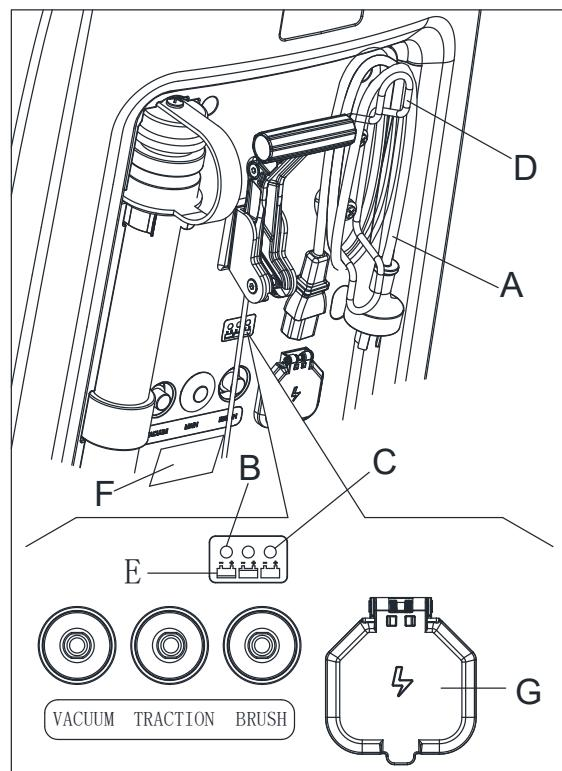

Рисунок 15
7. Подключите кабель зарядного устройства (A, Рисунок 15) к сети электропитания (G) (электрическое напряжение и частота должны быть совместимы со значениями зарядного устройства, указанными на табличке с серийным номером машины (F). Когда зарядное устройство подключено к сети электропитания, все функции машины автоматически выключаются. Если красный предупредительный световой сигнал (B) на панели управления зарядного устройства горит, зарядное устройство заряжает батареи.
8. Когда включается зеленый предупредительный световой сигнал (C), зарядка батарей завершена.
9. Когда зарядка батарей завершена, отсоедините кабель зарядного устройства (A) от сети электропитания (G) и замотайте его вокруг корпуса (D).
Для получения дополнительной информации о работе зарядного устройства (E, Рисунок 15), смотрите соответствующее Руководство.